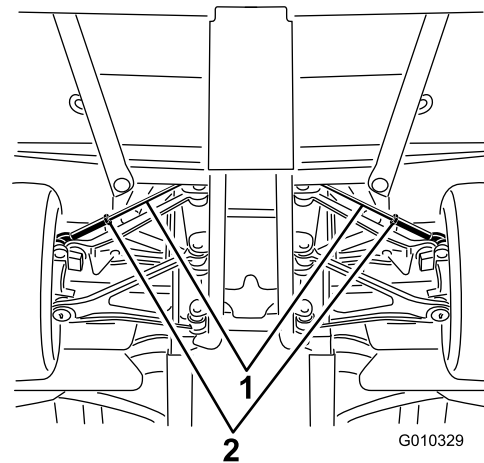

Figura 49
- A. Slăbiți contrapiulița din centrul tirantului (Figura 49).